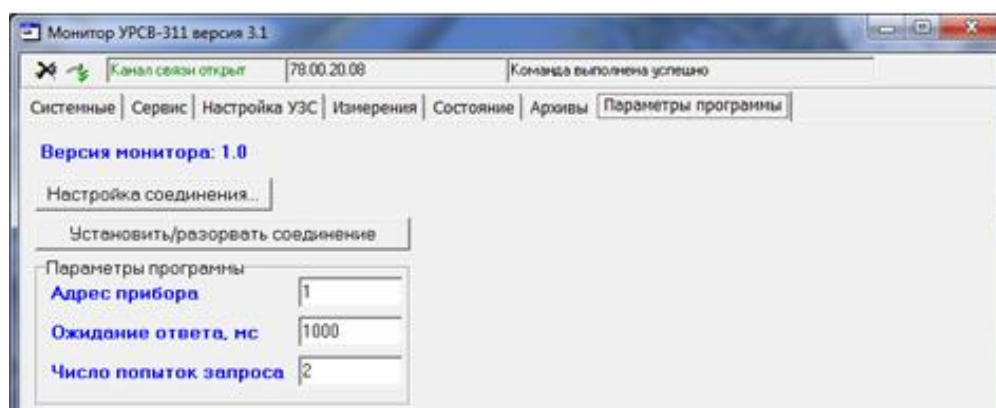

Рис.14. Вид вкладки «Параметры программы» приложения «Монитор УРСВ-311».
- 4.1.7. На вкладке «Параметры программы» (рис.14) выполняется настройка параметров связи расходомера, подключаемого к сети приборов по интерфейсу RS-485.
- закрыть канал связи прибора с ПК, нажав на кнопку  в левом верхнем углу окна приложения «Монитор УРСВ-311» (рис.14);